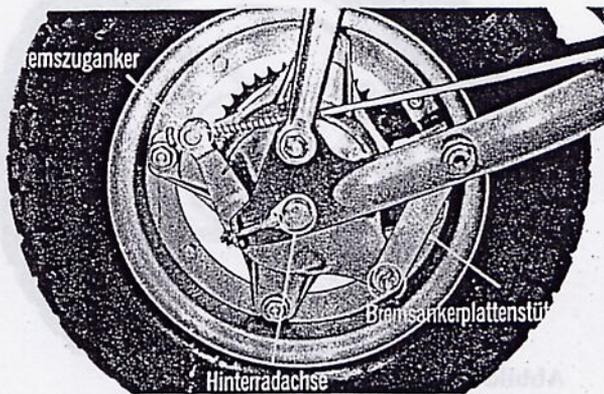

Abbildung 84
- (1) Der Ausbau des Hinterrades kann ohne Demontage des Auspuffs vorgenommen werden.
- (2) Antriebskette am Kettenschloß trennen.
- (3) Bremseinstellmutter abschrauben und Bremszuganker vom Hinterradbremsehebel abnehmen.
- (4) Bremsankerplattenstütze, die der Aufnahme des Bremsmomentes dient, von der Bremsankerplatte abnehmen.
- (5) Achsmutter herauserschrauben und Hinterradachse herausziehen. Das Hinterrad kann jetzt zusammen mit dem Endantriebskettenrad herausgehoben werden. (Abbildung 84)